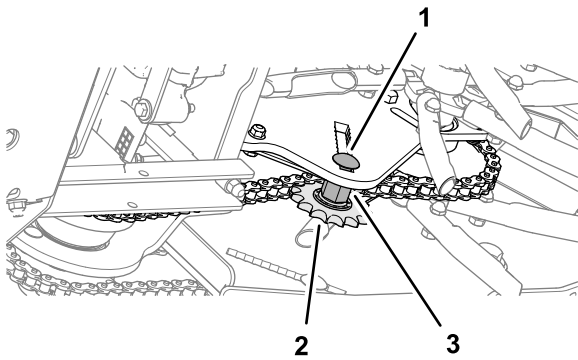

Bild 62
4. Um die Kettenspannung einzustellen, lösen Sie die Spannschraube und das Gewindedistanzstück, und drücken Sie das Ritzel nach oben, um die Kette zu spannen (Bild 62).